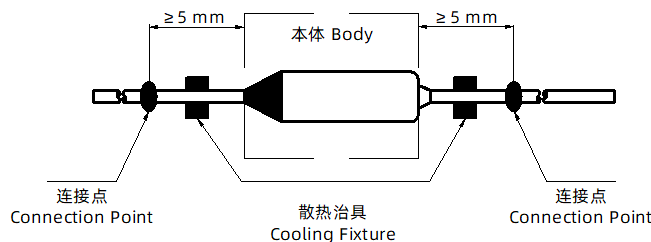

图2 FIGURE 2
8.10.2 引线上的连接点距离温度保险丝本体应 $\geq 5\text{ mm}$ (参考图 2)。
The connection point of the lead shall be no less than 5 mm away from the OTCO body (See Fig. 2).
- 8.10.4.3** 在钎焊过程中, 焊点与温度保险丝之间应使用散热装置 (参考图 2)。
In the process of soldering, cooling fixture should be used between soldering point and OTCO body (See Fig. 2).
- 8.10.5.3** 在点焊过程中, 焊点与温度保险丝之间应使用散热装置 (参考图 2)。
In the process of welding, cooling fixture should be used between welding point and OTCO body (See Fig. 2).